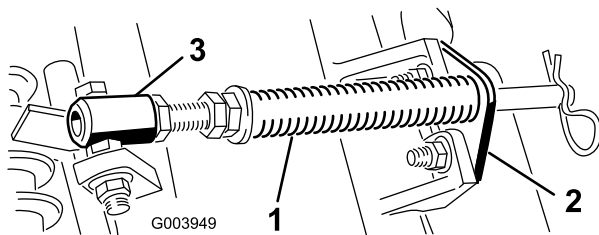

図 5
A. Cuttingユニットのタブにロッド・ブラケットを固定しているキャリッジ・ボルト2本を外す（図 5）。
B. スプリング・チューブのキャップスクリュをキャリア・フレームのタブに固定しているフランジ・ナットを外す（図 5）。